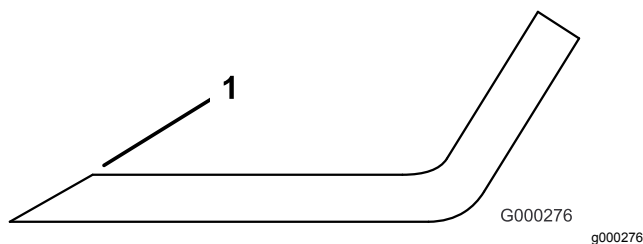

Figura 99
- Utilice una lima para afilar el filo de corte en ambos extremos de la cuchilla (Figura 99).